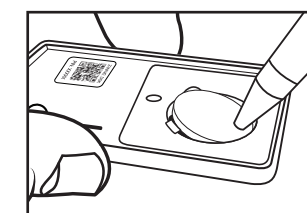

FIGURA 4
3. Mientras sostiene el sensor de forma segura sobre una superficie plana, presione el borde inferior de la batería con un lápiz (consulte la Figura 4). Esto debería levantar el borde superior de la batería.